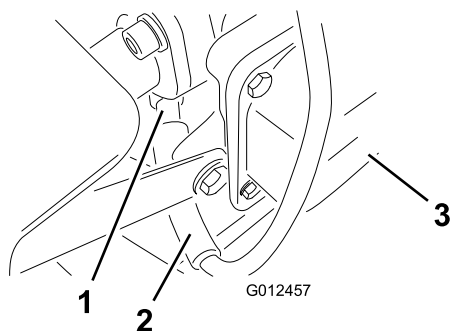

Figura 26
- Scollegate il cappello dalla candela (Figura 26).
- Togliete la candela e la rondella metallica (Figura 26).
- Collegate il cappello alla candela (Figura 26).